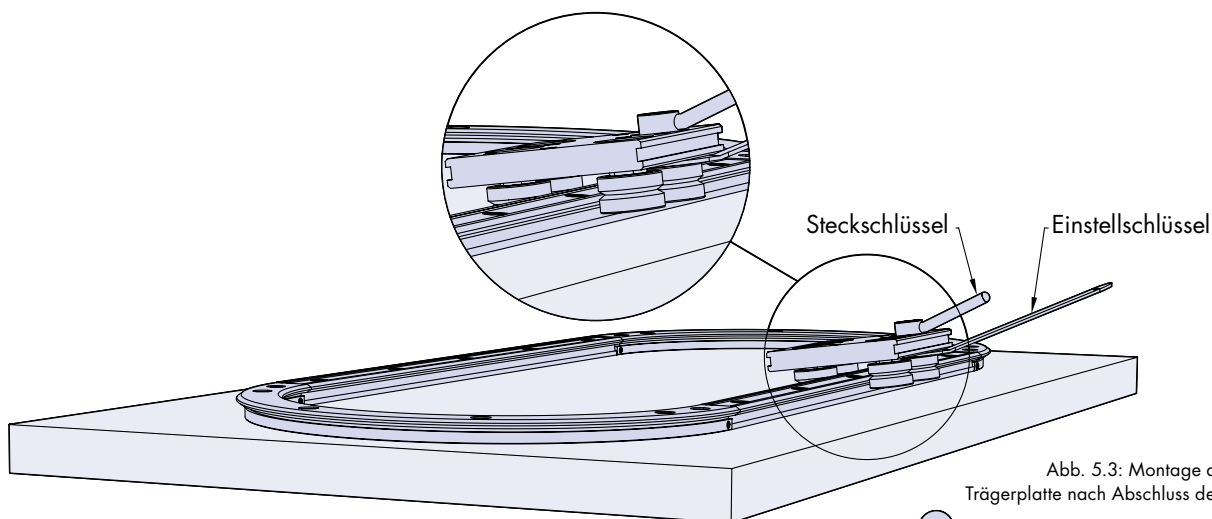

Abb. 5.3: Montage des Laufwagens/der Trägerplatte nach Abschluss der Schienenmontage
5.3 Bei der zweiten Variante/Methode werden die Laufwagen/Trägerplatten erst nach Abschluss der kompletten Schienenmontage aufgebracht und eingestellt. Hierzu werden ein Steckschlüssel und ein Einstellschlüssel verwendet, wie in Abb. 5.3. dargestellt. Geht man nach dieser Methode vor, müssen alle Schmierblöcke vor der Montage entfernt werden.